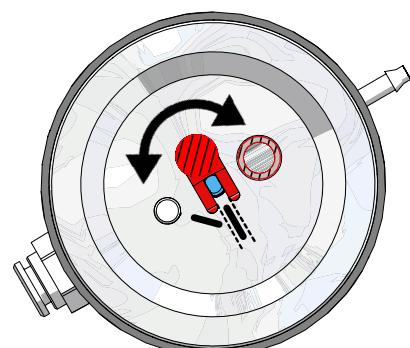

Fig. 12
- ⇒ En depósitos de chorreado de 25 - 70 µm, debe ajustarse la boquilla dosificadora (Fig. 12)!